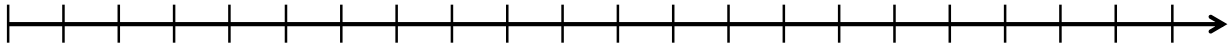

Abbildung 1: Vorlage Zeitstrahl für Aufgabe a
- (a) **(5 Punkte)** Erstellen Sie einen qualitativen Zeitstrahl für alle anfallenden Kosten und Erlöse. Tragen Sie auch die wesentlichen Zeitpunkte aus der unteren Tabelle ein. Nutzen Sie hierzu die Vorlage in Abbildung 1.